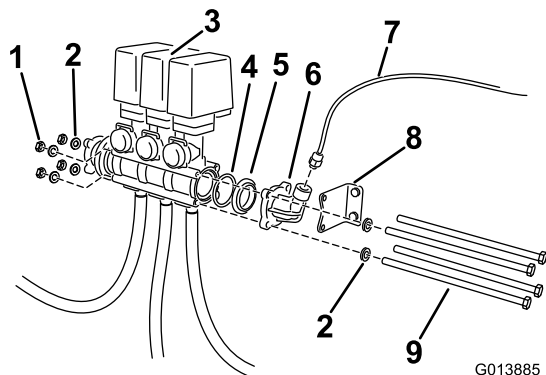

Figure 4
2. Desserrez les longs boulons et les fixations de l'ensemble vannes (Figure 4). Retirez et conservez les fixations. Déplacez l'ensemble vanne vers la droite.
3. Déposez l'adaptateur et le joint (Figure 4). Repérez le joint torique situé dans le corps de vanne existant. Conservez toutes les pièces. Écartez le support de l'ensemble vannes existants.